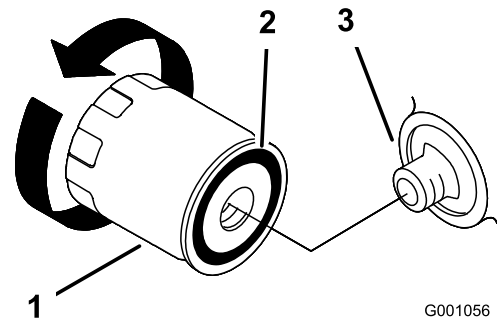

Bild 23
2. Entfernen Sie den Altfilter und wischen die Dichtfläche am Anbaustutzen (**Bild 23**) ab.
3. Ölen Sie die Gummidichtung am Ersatzfilter leicht mit Frischöl ein (**Bild 23**).
4. Montieren Sie den Ersatzölfilter am Filterstutzen. Drehen Sie den Ölfilter nach rechts, bis die Gummidichtung den Filterstutzen berührt. Ziehen Sie den Filter dann um eine weitere $\frac{3}{8}$ oder ganze Drehung fest (**Bild 23**).